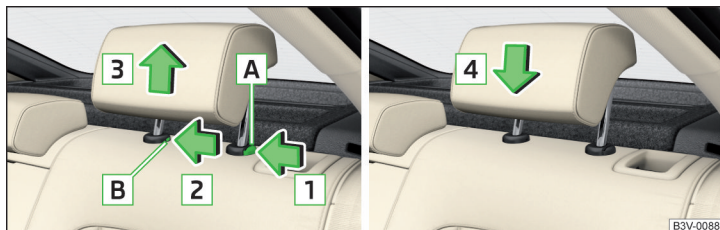

Fig. 79 Extraer / introducir el reposacabezas trasero
- Mantenga pulsada la tecla de seguridad **A** en sentido de la flecha **1**, presionando al mismo tiempo con un destornillador plano (con un ancho de 5 mm como máx.) la tecla del seguridad en el orificio **B** en sentido de la flecha **2** y retirar el reposacabezas en sentido de la flecha **3**» fig. 79.